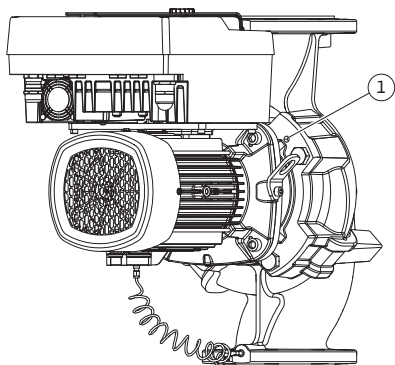

Fig. 103: Vytlačení smontované jednotky závitovými otvory
12. U typu čerpadla (Fig. III, IV) povolte šrouby poz. 29. Použijte dva závitové otvory vedle něj (Fig. 103, poz. 1) a použijte vhodné šrouby, které si zajistí zákazník (např. M10 x 25 mm). Vytlačte smontovanou jednotku z tělesa čerpadla.